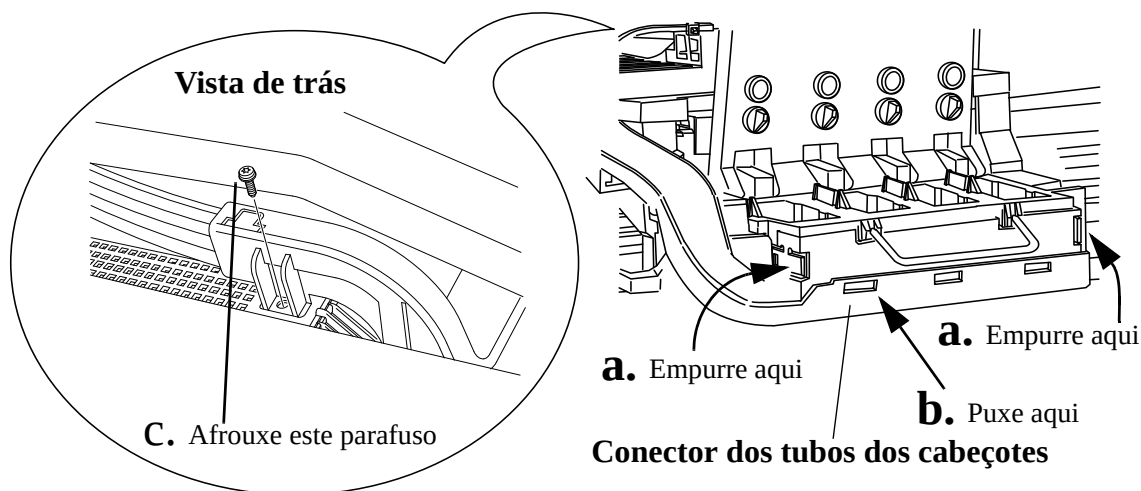

Figura 42: Conjunto do carro e correia
Para os passos 3 e 4, consulte a Figura 42.
4. Remova o o conector dos tubos dos cabeçotes (consulte a Figura 42).